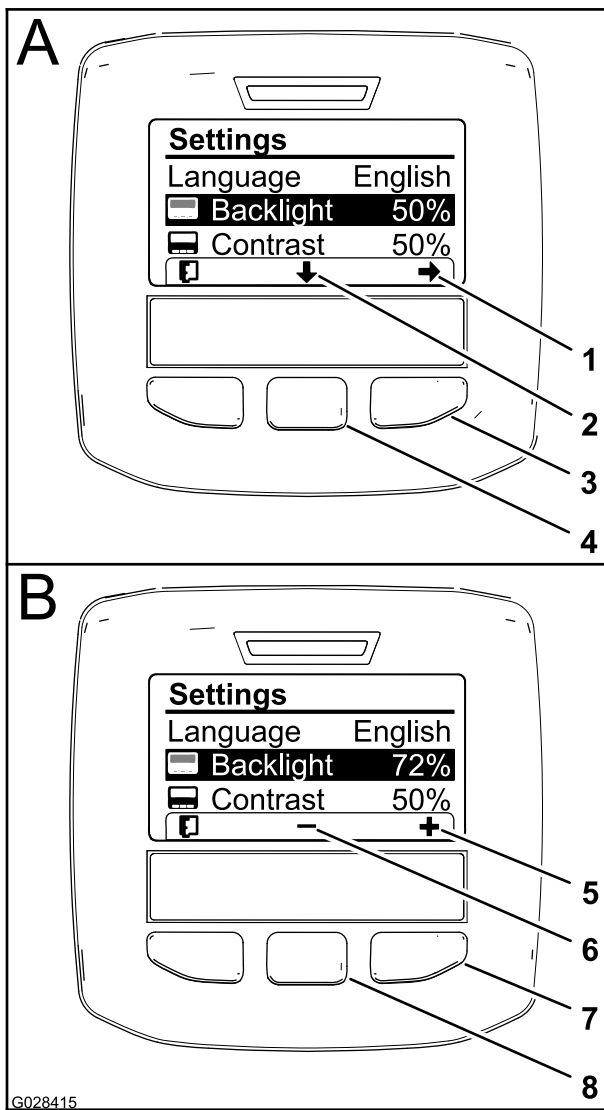

図 64
2. 表示に使用する言語を変更するには、中央ボタン画面上で下向きの矢印で示されているボタンを押し、画面を下にスクロールして Language という選択肢を出す 図 64。
3. 右ボタンを押すと数値の変更ができるようになる 図 64。
4. 中央ボタンと右ボタンとを使って表示画面の明るさを調整する 図 64。
5. 左ボタン終了アイコンの下にあるボタンを押すと、選択中の項目が記憶され、設定メニューを終了し、メインメニューへ戻る 図 64。
押し、画面を下にスクロールして Contrast という選択肢を出す 図 64。
7. 右ボタンを押すと数値の変更ができるようになる 図 64。
8. 左ボタン終了アイコンの下にあるボタンを押すと、選択中の項目が記憶され、設定メニューを終了し、メインメニューへ戻る 図 64。
9. 左ボタンを押すと、設定メニューを終了し、メインメニューへ戻る 図 62 と 図 64。
10. 左ボタンを押すとホーム画面に戻る 図 64。